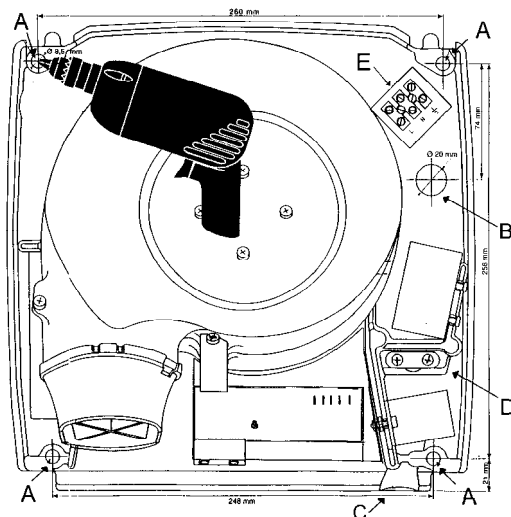

Fig. 1
- 1 Opsæt vedlagte boreskabelon (se Fig. 1) i vater på væggen med tape.
- 1 Ved direkte el-tilslutning fra fast kabel eller tilslutningsboks i væggen bag tørreren, føres kablet gennem hullet "B" (Fig. 1) i bagpladen og tilsluttes plinten "E". Tilslutning med 3 ledere med et tværsnitsareal på min. 1,5 mm2 pr. leder; anbefalet længde 150 mm (7 mm afisolert).